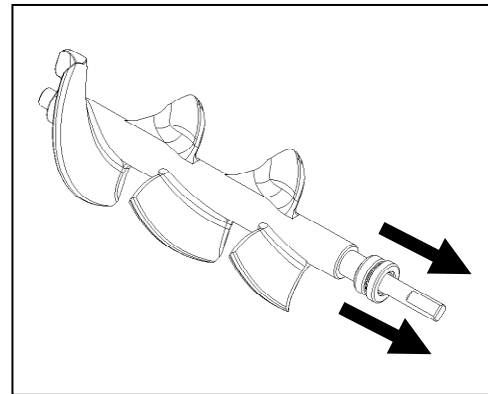
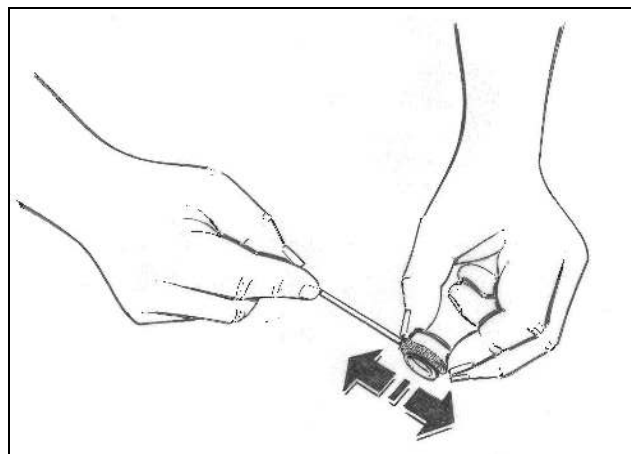

Fig. 22
Fig. 23
- Retirez le joint arrière (fig.22) et nettoyez-le soigneusement à l'aide de la brosse fournie afin d'éliminer les résidus d'aliments éventuellement présents (fig.23).